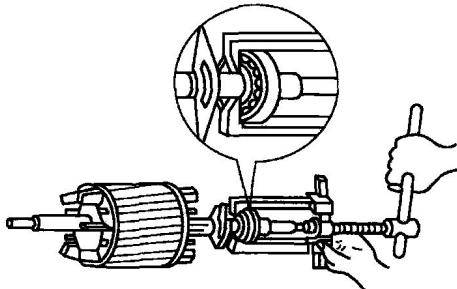

图 1.1.7 用拉具拆卸电动机轴承
- ① 轴承磨损超过极限，已影响电动机的安全运行。
- ② 构成轴承的配件有裂纹、变形、缺损、剥离、严重麻点或拉伤。
- ③ 由于潮湿和酸类物质的侵入，轴承配件上有严重锈蚀，在轴上无法处理。
- ④ 发现内、外环配合有松动，外环和端盖镗孔配合太松，需要调换轴承或轴颈进行维修。
- ⑤ 发现轴承不合技术要求，如超负荷、转速太快等需要更换。
- ⑥ 发现前后轴承类型不同，发现位置调错。
- ⑦ 轴承因受热而变色，经检查硬度已下降到不能使用。
(2) 用不同方法拆卸轴承
① 用拉具拆卸。根据轴承的大小，选择适当的拉具，按如图 1.1.7 所示的方法夹住轴承，拉具的脚爪应紧扣在轴承内圈上，拉具的丝杆顶点要对准转子轴的中心，缓慢匀速地扳动丝杆。